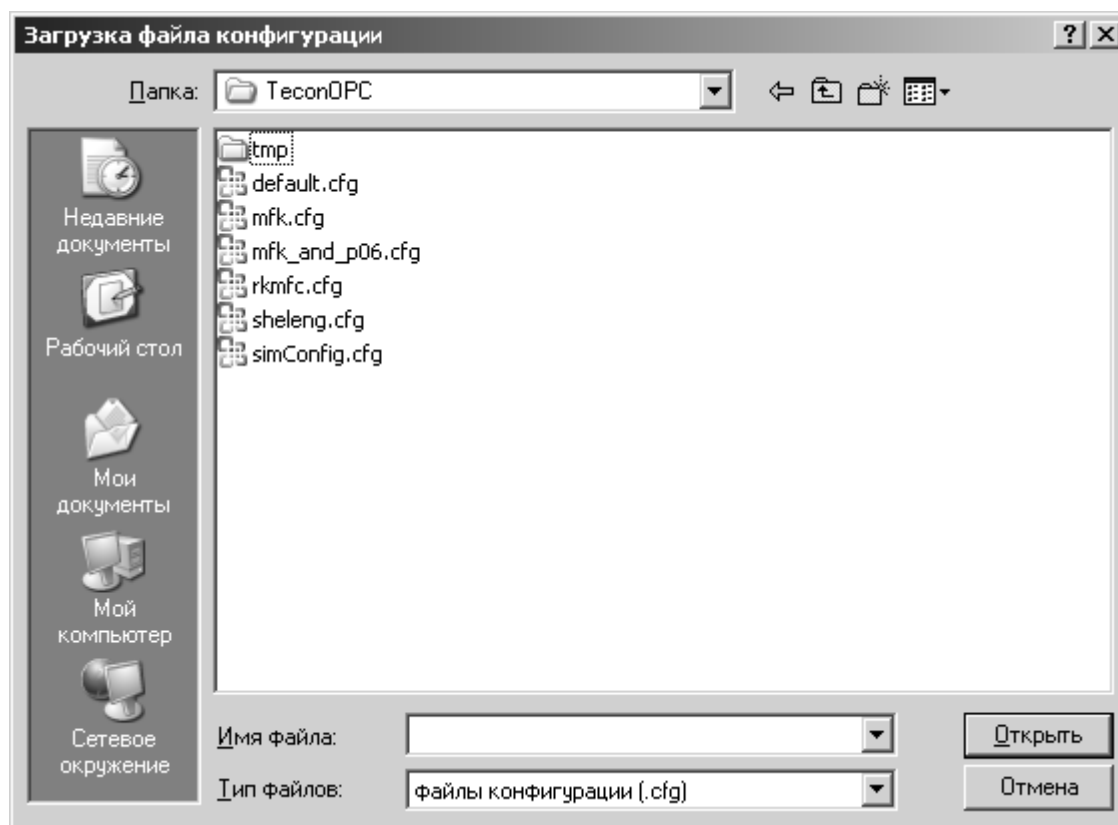

Рисунок 4.36 - выбор файла импорта
- б) в появившемся окне (см. Рисунок 4.36) выбора файла конфигурации выбрать файл, и нажать на кнопку **«Открыть»**;